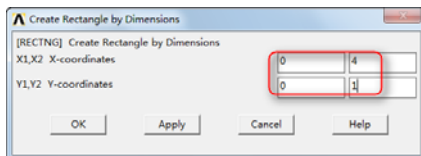

图 5-9 “Create Rectangle by Dimensions”对话框
①建立入口处矩形面模型：依次选择 Main Menu→Preprocessor→Modeling→Create→Areas→Rectangle→By Dimensions，会弹出“Create Rectangle by Dimensions”对话框，如图 5-9 所示。
②在“Create Rectangle by Dimensions”对话框中，依次输入 X1=0、X2=4 和 Y1=0、Y2=1，如图 5-9 所示。